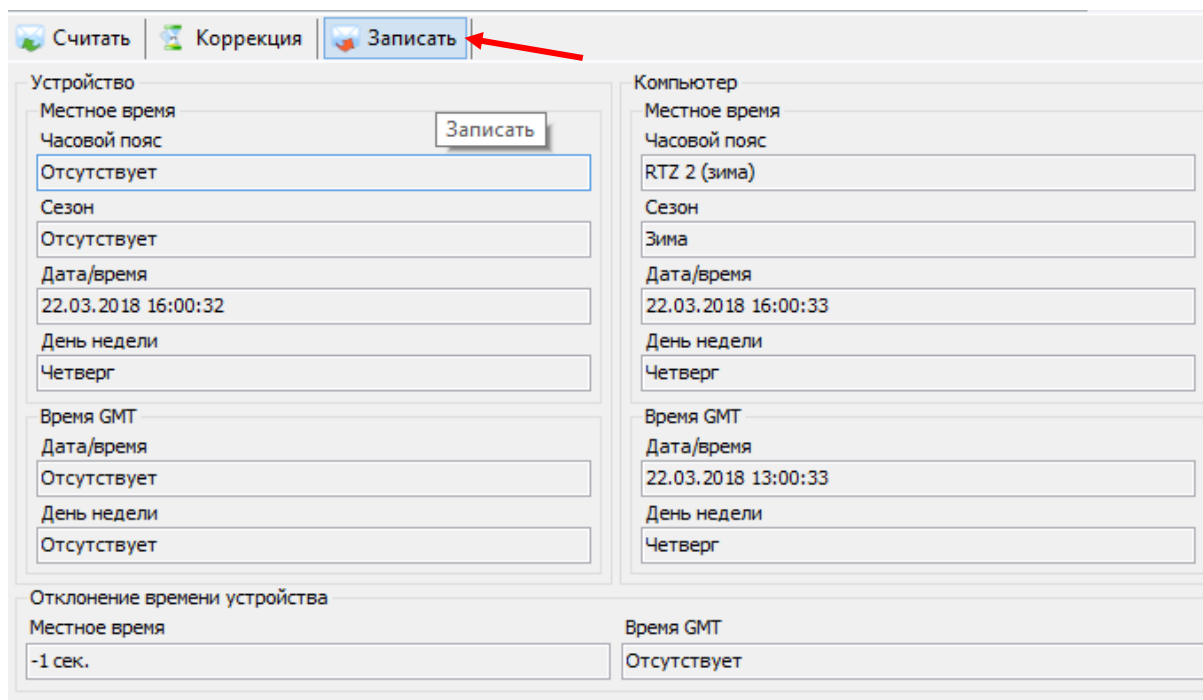

Рисунок 89 – Запись времени в счетчик
6.9.3 В ТПО AdminTools записать текущую дату и время¹⁷ (по часам ПК) можно во вкладке «Дата/время», нажатием на кнопку «Записать» (см. рисунок 89).